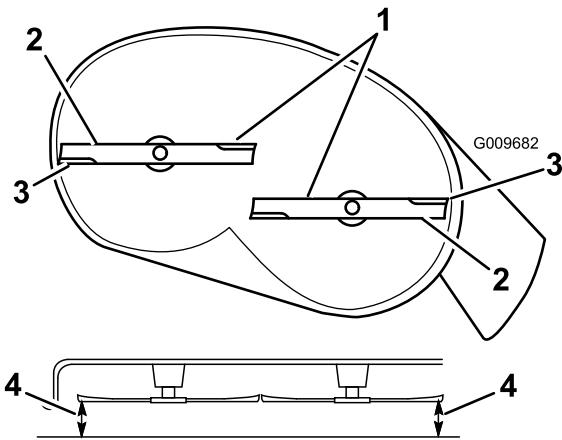

Figure 52
- Faites pivoter les lames avec précaution pour qu'elles soient toutes parallèles (Figure 52).
- Mesurez la distance entre les tranchants extérieurs et le sol plat (Figure 52). Si les deux mesures diffèrent de plus de 5 mm, un réglage s'impose. Poursuivez la procédure.